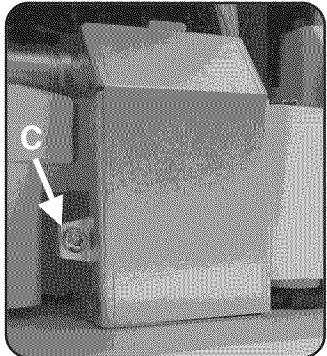

Figure 13/Ilus. 13
- 1) Remove the junction box cover by removing the screw on the left side of the junction box, as shown in Figure 13, letter C, and lifting the junction box cover up and off.
- 1) Retirer le couvercle en enlevant la vis sur le côté gauche de la boîte comme à la figure 13, lettre C et enlever le couvercle en le soulevant.
- 1) Quite la tapadera de la caja de conexiones por medio de desarmar el tornillo en el lado izquierdo de la caja, como muestra la flecha C en la Ilustración 13, y elevar la cubierta hasta que se suelte.